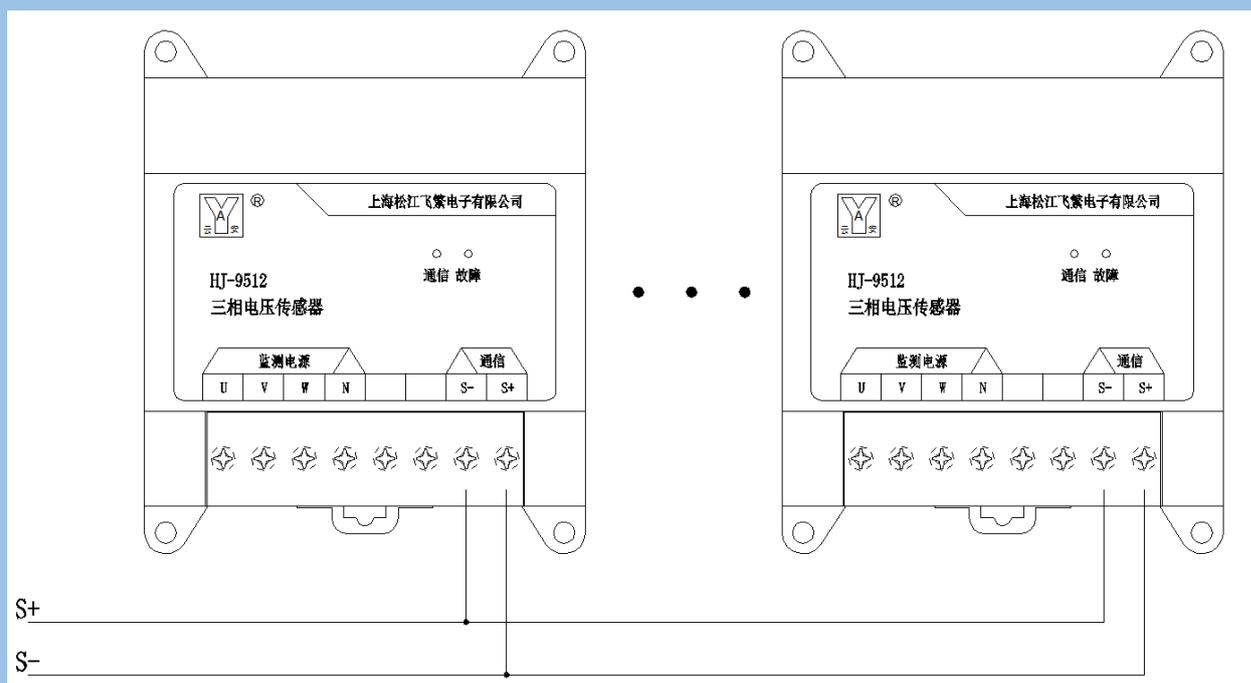

图 3：三相电压传感器-总线接线图
(2) 控制器通过二总线(S+、S-)将该回路上所有传感器按二总线并联方式接线(参见图 3)。